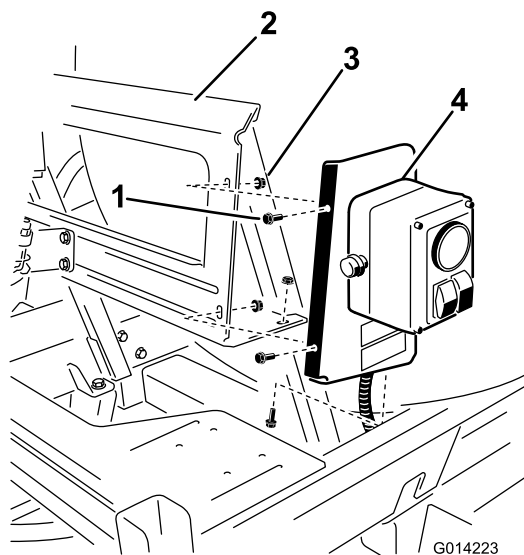

Рисунок 6
2. Установите блок управления на монтажный кронштейн с помощью 3 болтов (на 1/4 x 5/8 дюйма) и 3 контргаек (на 1/4 дюйма), как показано на {Рисунок 6}.